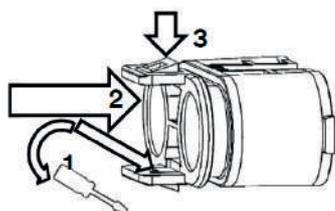

fig.16
2. Désengager les 2 clips du bouchon à l'intérieur du boîtier à l'aide d'un tournevis tout en maintenant une pression sur le bouchon (fig.16).